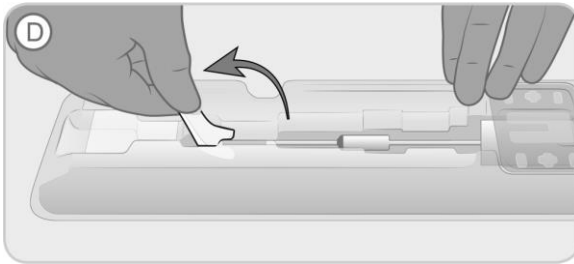

Abbildung 5. Hochklappen des Trichterhebels zur Freigabe des Geräts aus der Schale
- D. Den Trichterhebel von der horizontalen Position in die vertikale Position hochklappen, um das Abgabegerät aus dem Ladetrichter (auf der Schale mit „D“ bezeichnet) freizugeben (siehe Abbildung 5).